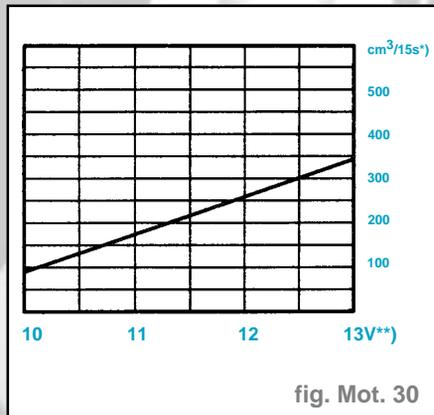

fig. Mot. 30
- Comparer la quantité de carburant qui a été refoulé avec la valeur assignée (fig. mot. 30).